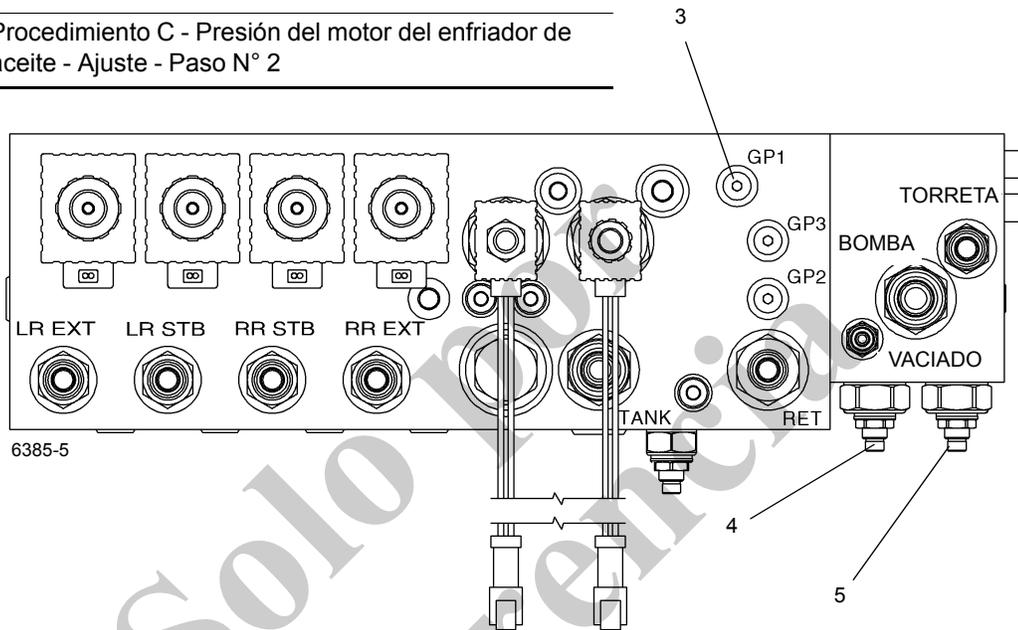

FIGURA 2-12
1. Instale un acoplador de desconexión rápida para diagnóstico y revisión de presión con manómetro en la boquilla de prueba de la lumbrera GP1 del colector de control de estabilizadores (vea la Figura 2-12).
2. Arranque el motor y acélelo a la aceleración máxima. Seleccione y mantenga el interruptor de extensión o retracción de estabilizadores en el tablero de instrumentos de la cabina. Enrosque la válvula reductora de presión del colector de control de estabilizadores para aumentar la presión o desenrosque para reducirla hasta que el manómetro indique 2000 psi \pm 50 (vea la Figura 2-12).
2. Arranque el motor y acélelo a la aceleración máxima. Accione la palanca de control de elevación, malacate o telescopización moviéndola lentamente hasta el final de su carrera. Enrosque la válvula reductora de presión del colector de control de estabilizadores para aumentar la presión o desenrosque para reducirla hasta que el manómetro indique 3000 psi \pm 50 (vea la Figura 2-12).